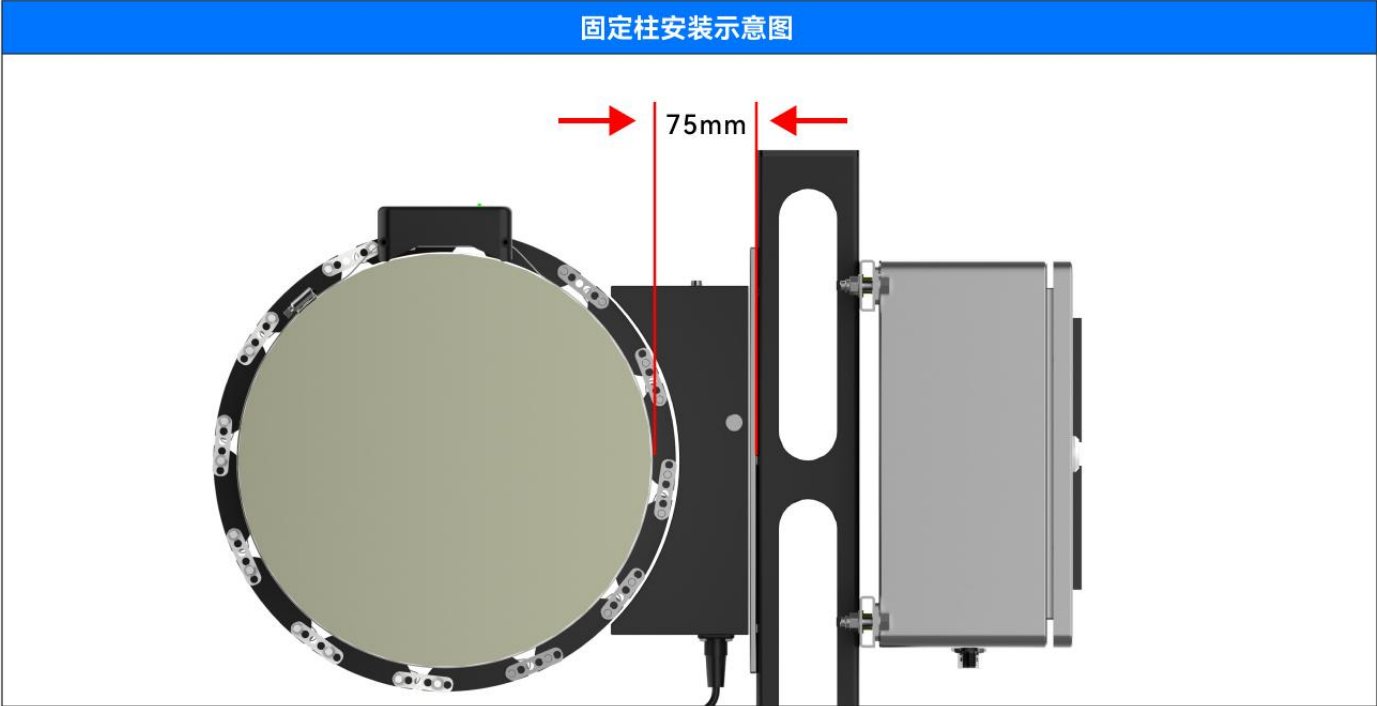

图3.38
3. 调整从安装立柱表面到轴表面外表面的距离，直到75mm，如图3.38。在安装柱底座的机加工槽中，大约可以移动50mm。